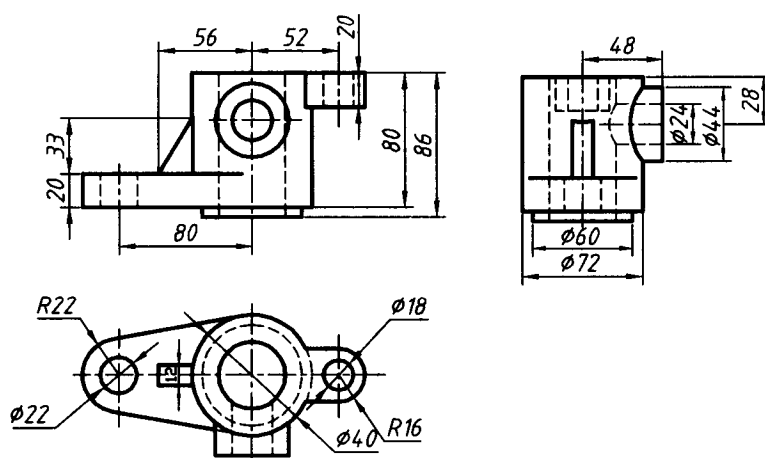

图 1-15
1. 绘制图 1-15 所示的机件三视图, 按要求 (见附录, 后同) 设置图层 (不标注尺寸)。